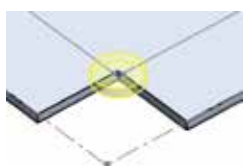

图 5.217 圆形释放槽
- **圆形** 释放槽类型：用于在释放槽边线处切除圆形材料，如图 5.217 所示。